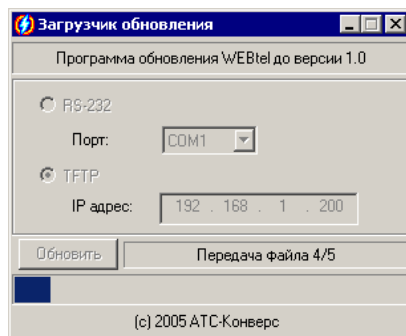

Рисунок 30 – Отображение процесса обновления ПО адаптера
10.6.3 Нажмите кнопку «Обновить», при этом должен начаться процесс передачи данных в адаптер, в статусной строке отображается оставшееся количество передаваемых файлов (рисунок 30).